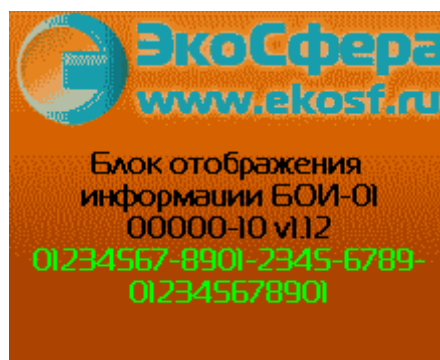

Рис.29 – Системная информация БОИ-01
2.7.6. Получение системной информации о БОИ-01 осуществляется выбором пункта «Информация» «Системного меню». После входа в этот пункт путём нажатия на нём кнопки «ОК», на дисплей выводится системная информация о заводском номере БОИ-01, установленной версии программного обеспечения БОИ-01 и аппаратный код (Рис.29).